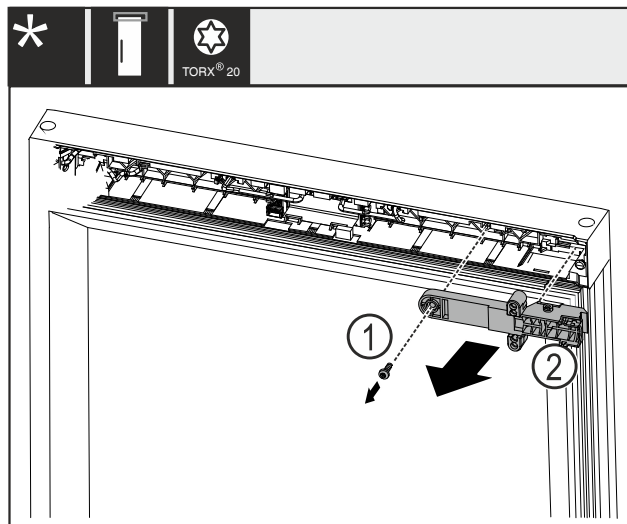

Fig. 21
- Izņemiet skrūvi Fig. 21 (1).
- Noņemiet slēdzenes turekli Fig. 21 (2).